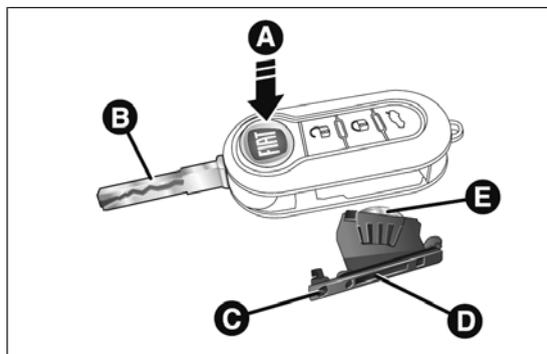

fig. 16
- appuyer sur le bouton A fig. 16 et mettre la pièce métallique B en position d'ouverture ;